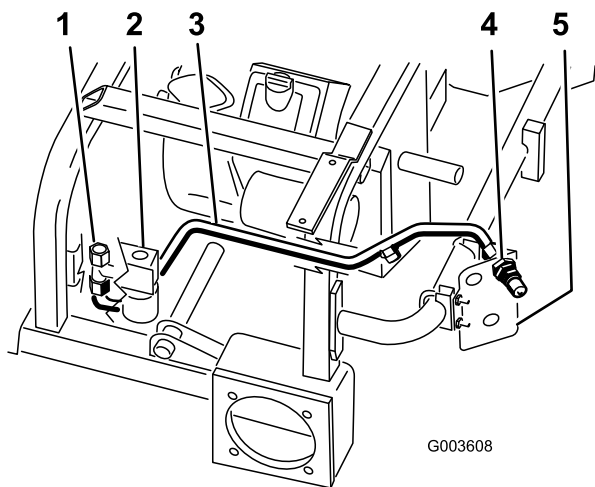

Bild 14
1. Positionieren Sie die Hydraulikleitung Nummer 1 in der Maschine, siehe Bild 14.
2. Befestigen Sie die Hydraulikleitung Nummer 1 am T-Stück, das seitlich am Ventil montiert ist (Bild 14).
3. Befestigen Sie die Hydraulikleitung Nummer 1 an der oberen Kupplung mit Außengewinde (Bild 14).